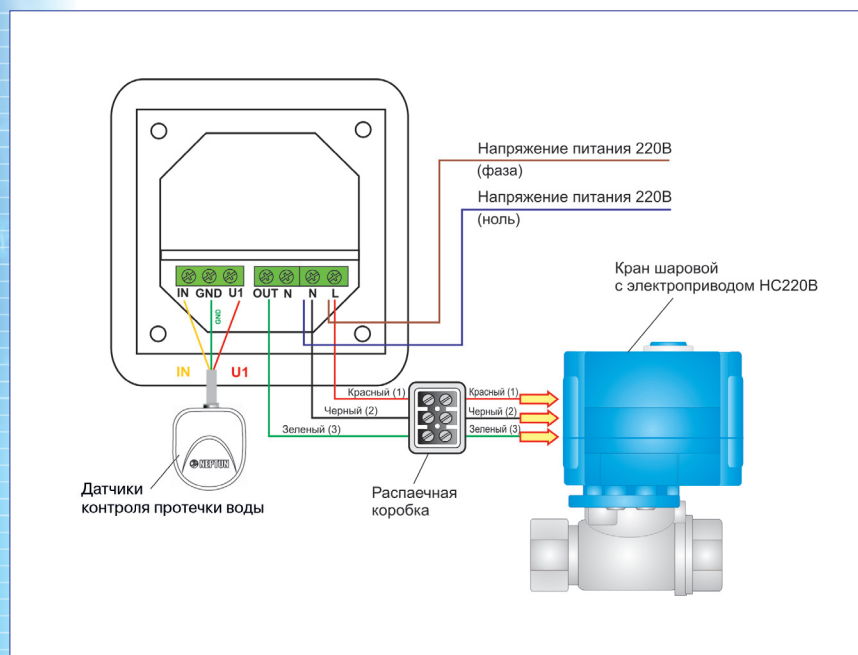

Рис. 12 Схема подключения к контроллеру СКПВ220В-мини датчика контроля протечки воды и шарового крана.
- выполните соединение проводов в соответствии со схемой (рис. 12);
К контроллеру подвести фазу и ноль согласно схеме подключения (рис. 12).